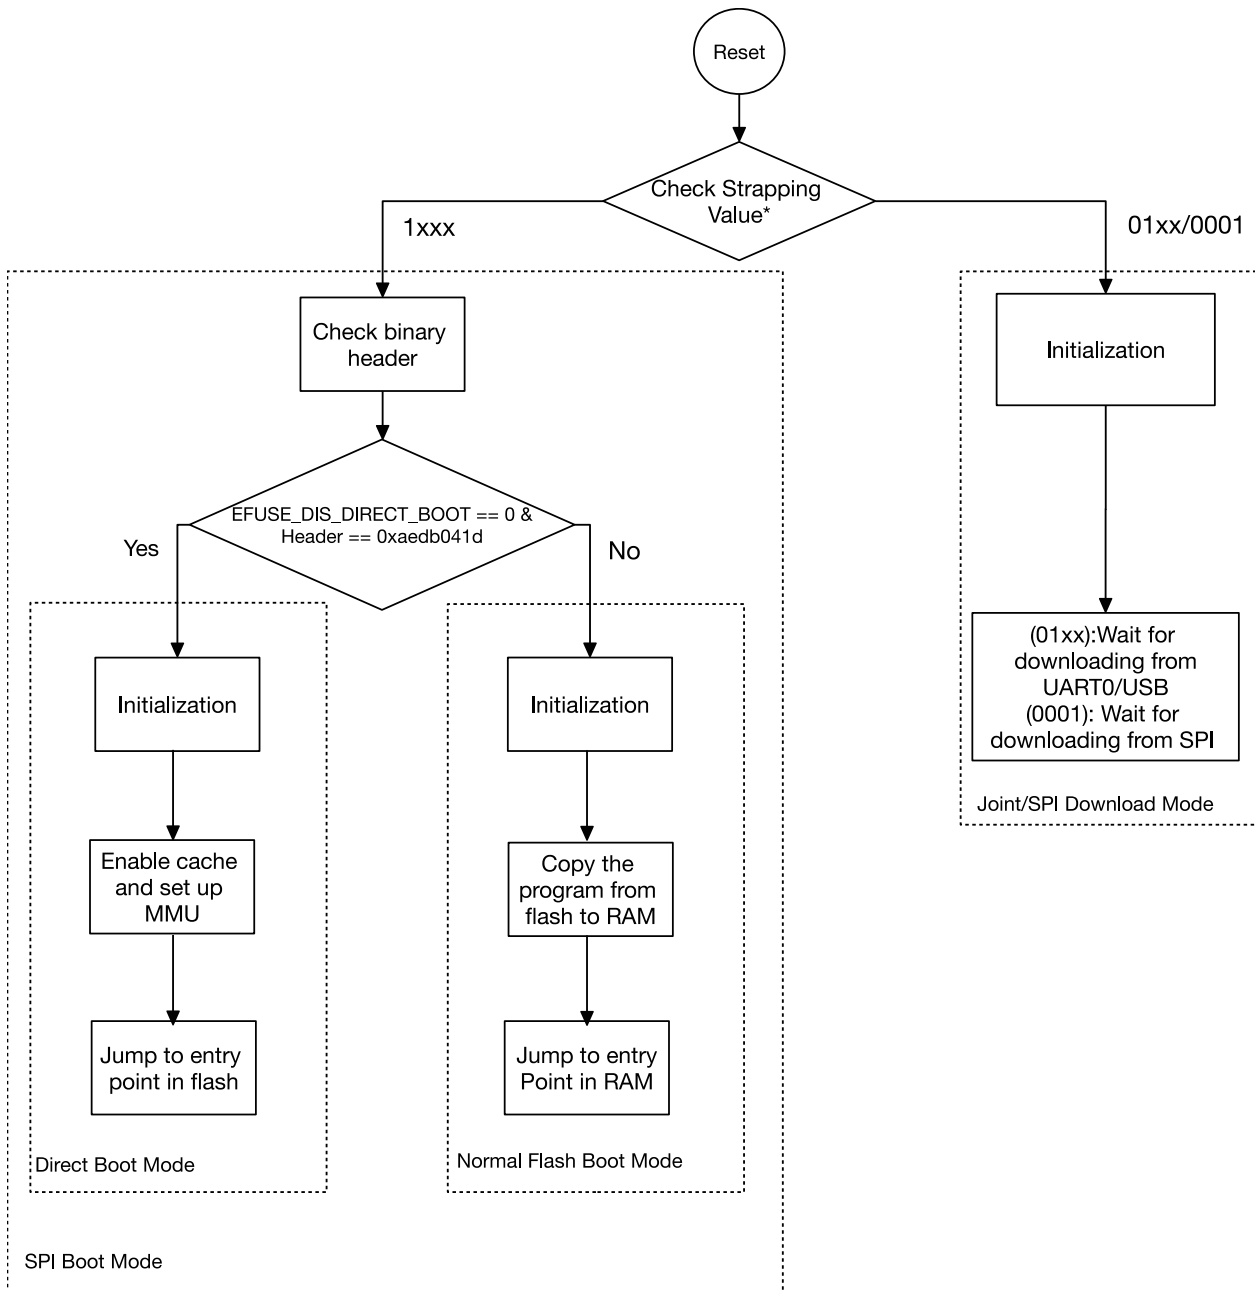

图 7-1. 芯片启动流程
- 直接启动方式：不支持安全启动，程序直接从 flash 中运行。如需使能这一启动方式，请确保下载至 flash 的 bin 文件其前两个字为 0xaedb041d。详细的启动流程，见图 7-1。
芯片启动的具体流程见图 7-1。